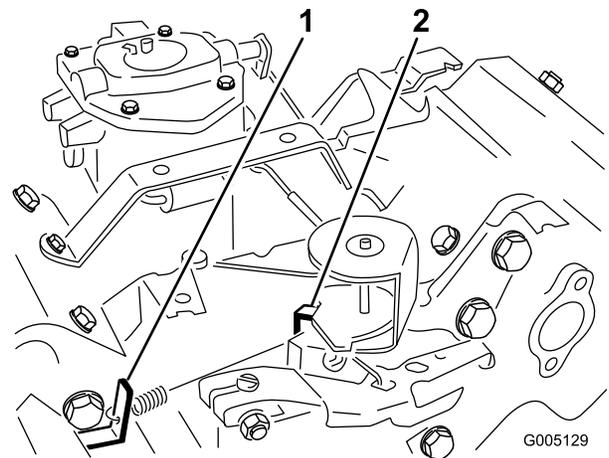

Bild 49
- Biegen Sie den Anker-Federmitnehmer (Bild 49), um eine Leerlaufgeschwindigkeit von 1.650 ± 100 U/min zu erzielen. Prüfen Sie die Motordrehzahl mit einem Drehzahlmesser.
in der Vollgaseinstellung (Bild 49), bis Sie eine Vollgasdrehzahl von 2.800 ± 50 U/min realisieren.